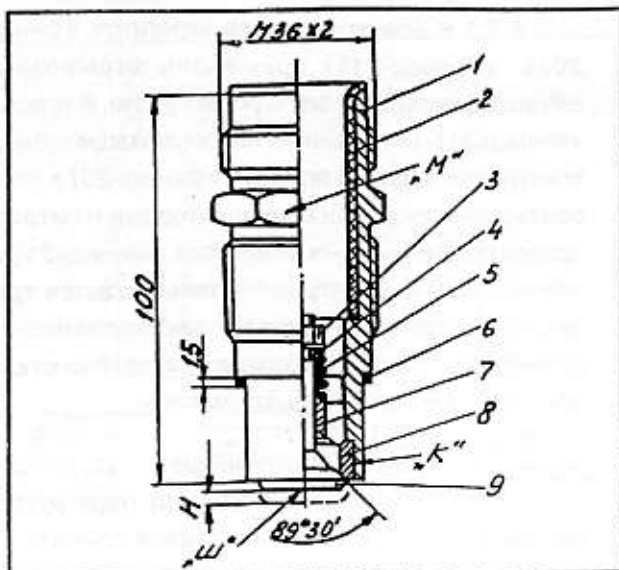

Рис. 9
Рис. 9 Всасывающий клапан в сборе: агрегата «Финиш-207» (0.169-243), агрегата «Финиш-211», «Финиш-211-1» (0.190-243). 1 - корпус (0.169-356), 2 - втулка входная (0.010-765), 3 - гайка (12.11.0300.00), 4 - шайба (99-2.01.01), 5 - пружина всасывающего клапана (0.010-763), 6 - кольцо уплотнительное (0.010-764), 7 - направляющая (0.034-506), 8 - седло всасывающего клапана (0.169-407), 9 - шток (с конусом клапана в сборе (10-2.52.00), «к» - клей уплотнительный, «н» - ход клапана: $1,5 \pm 0,1$ мм для насоса «Финиш-207», $2 \pm 0,2$ мм для насоса «Финиш-211», «Финиш-211-1», «м» - место маркировки, «ш» - шестигранник внутренний
5.2.6. Всасывающий клапан (рис. 9). Седло и конус клапана выполнены из износостойких материалов. Седло запрессовано в корпус на клею. Конус припаян к штоку. Корпус клапана герметизируется пластмассовым уплотнительным кольцом. Всасывающие клапаны агрегатов «Финиш-207», «Финиш-211» и «Финиш-211-1» отличаются регулировкой хода клапана. Клапан маркируется индексом «169М» (для агрегата «Финиш-207») и индексом 190 (для агрегатов «Финиш-211» и «Финиш-211-1»).